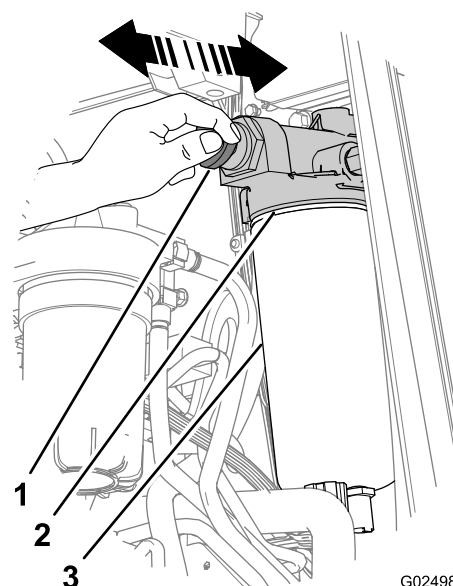

Figura 76
3. Limpe o cabeçote da bomba de combustível e a bomba de escorva usando um spray de limpeza de secagem rápida e ar comprimido (Figura 76).
4. Desbloqueie a manopla da bomba de escorva girando-a no sentido anti-horário (Figura 76).
5. Bombeie manualmente (Figura 76) até que sinta a resistência e a manopla não possa mais ser bombeada (aproximadamente 140 a 150 cursos para filtros secos ou 20 a 60 cursos para filtros enchedos previamente).
6. Trave a manopla da bomba manual de escorva girando-a no sentido horário até que esteja totalmente assentada (Figura 76).